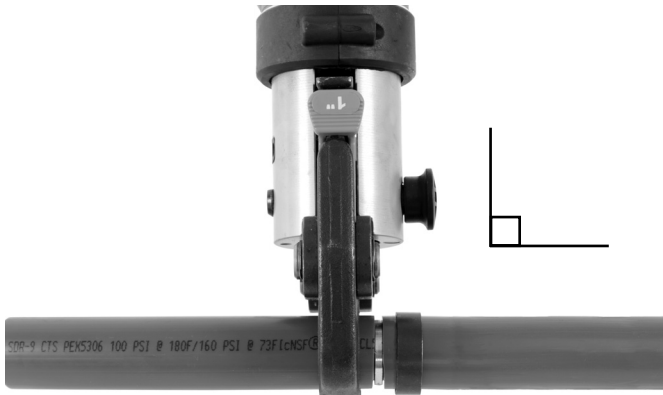

Figura 2 – Mordaza alineada con el tubo y el acoplamiento
- Coloque la mordaza abierta alrededor del aro sellador. Permita que la mordaza se cierre (Figura 2).